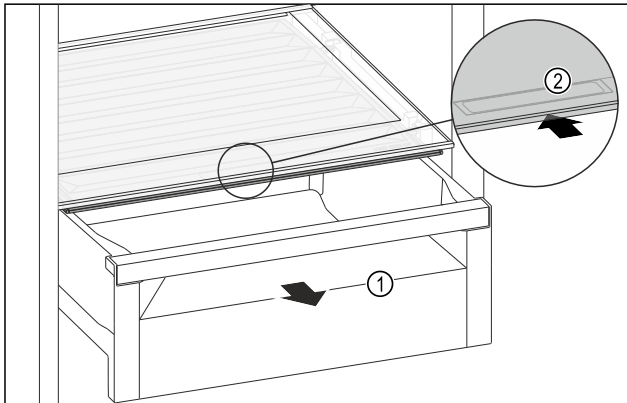

Fig. 169
- Estrarre il cassetto Fig. 169 (1).
- Afferrare la maniglia incassata Fig. 169 (2) sul coperchio dello scomparto e spingere allo stesso tempo all'indietro il coperchio dello scomparto.